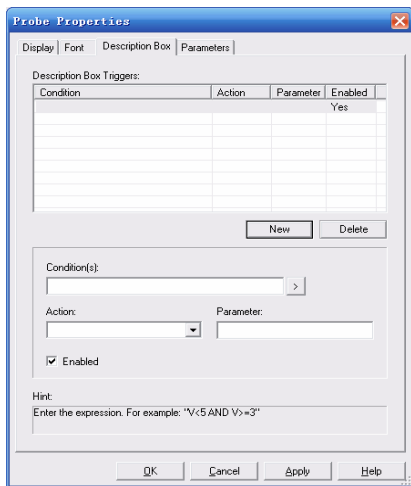

图 5-191 “Description Box”选项卡
- “Description Box”选项卡：探针特征描述，如图 5-191 所示。